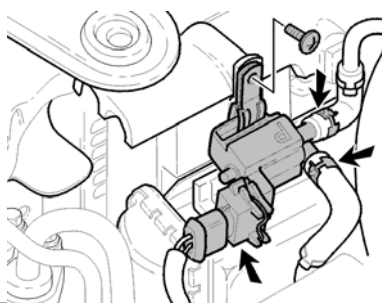

Fig. 8
- Aparafusar a válvula de impulsos com suporte no parafuso existente ao Intercooler (Fig. 8). Inserir de novo os cabos e fichas. Ter atenção que os grampos dos cabos na válvula de impulsos não friccionem no tubo do ar de sobrealimentação.